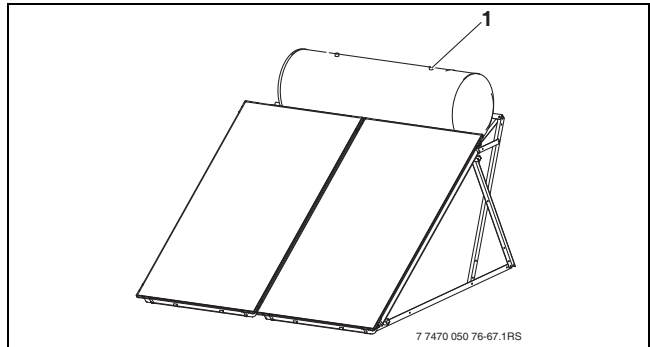

Fig. 77 Llenado de la instalación
- ▶ Llenar el acumulador con el líquido solar por arriba (→ Fig. 77, [1]), hasta que salga por el tubo de alimentación.